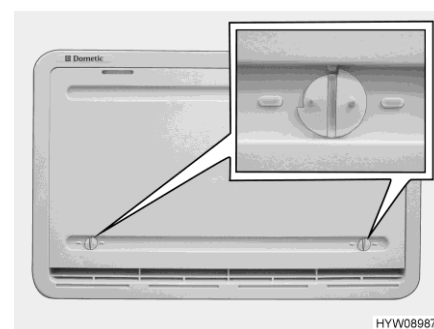

Fig. 142 Protection hivernale (grille d'aération du réfrigérateur)
La protection hivernale (Fig. 142) protège le groupe frigorifique de l'air froid. Placer des protections hivernales devant les deux grilles d'aération du réfrigérateur quand la température extérieure est inférieure à +10 °C (fonctionnement au gaz et fonctionnement électrique).
- Ouvrir les deux dispositifs de verrouillage (Fig. 142) (la rainure est à l'horizontale).